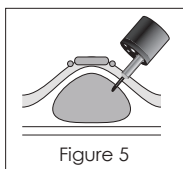

Figure 5
- Appuyez complètement sur la poignée jusqu'à la position limite, de sorte que la pointe de l'aiguille s'étende hors de la gaine extérieure. Faites avancer l'aiguille dans la muqueuse, puis à l'aide de la seringue fixée, réalisez l'injection au besoin (reportez-vous à la Figure 5).